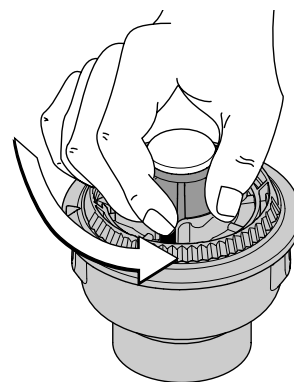

Fig. 22
- Sostenga la bobina exterior y desenrosque la perilla percusiva en sentido antihorario (Fig. 22).